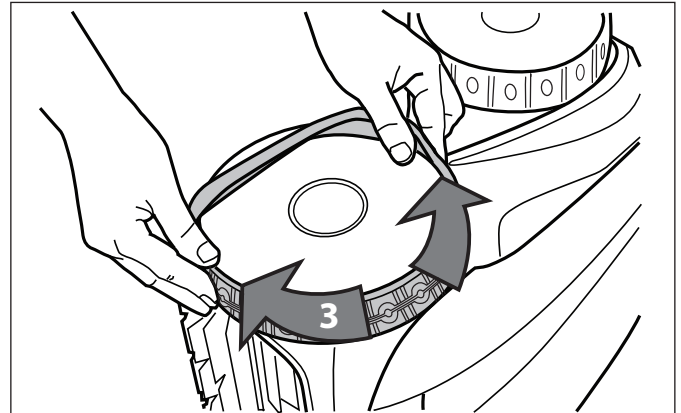

Figure 35. Placer le pneu autour de la roue
- Placer le pneu sur la roue et vérifier que la nervure du pneu est correctement positionnée dans la rainure de la roue (Figure 35).